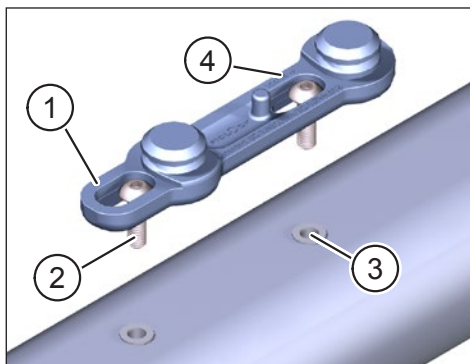

Fig. 1: Fije la base para bicicleta FIDLOCK® a la e-bike
- Fije la base para bicicleta FIDLOCK® (Pos. 1 en Fig. 1) con los dos tornillos de cabeza de botón (Pos. 2 en Fig. 1) en las roscas previstas para ello (Pos. 3 en Fig. 1, siga las especificaciones del fabricante de la bicicleta) dentro del cuadro de la e-bike.